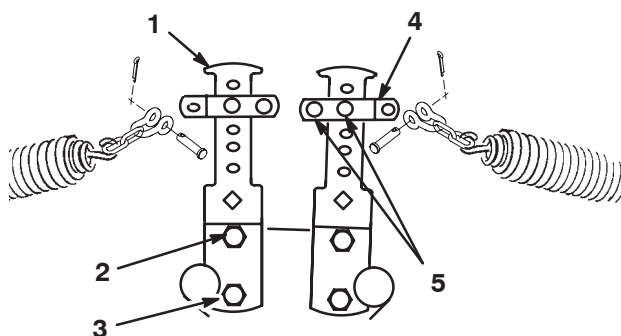

Figure 16
4. Accrochez l'autre extrémité du ressort au trou approprié (voir ci-dessous) des bras d'équilibrage avant et arrière (Fig. 16 & 17) avec la jumelle et la chaîne, l'axe de chape et la goupille fendue.
5. Accrochez l'autre extrémité du ressort au deuxième trou en partant du haut de la jumelle avec la chaîne, l'axe de chape et la goupille fendue (Fig. 16).
8. Fixez le bas du bras d'équilibrage au bâti à l'aide de la vis et de l'écrou retirés précédemment. Serrez la vis supérieure (Fig. 16).